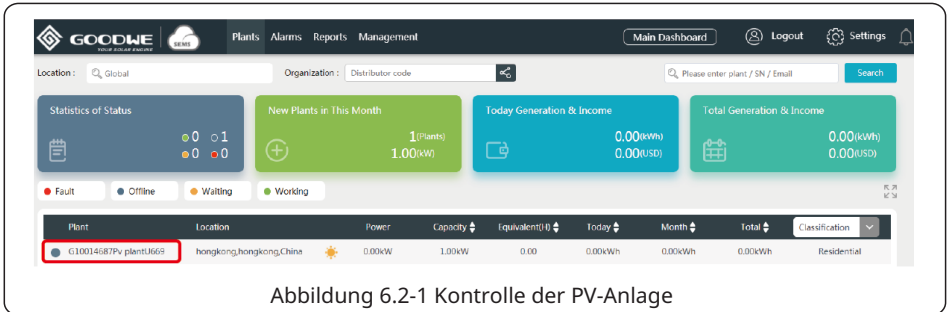

Abbildung 6.2-1 Kontrolle der PV-Anlage
Schritt 2: Klicken Sie auf den Namen der Anlage wie in der folgenden Abbildung 6.2-1 dargestellt.